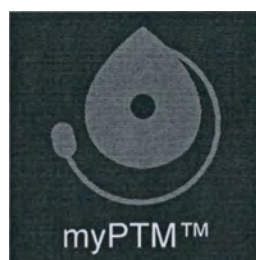

Рис. 2. Значок приложения myPTM.
2. На основном экране мобильного устройства нажмите на значок приложения myPTM, чтобы открыть его (Рис. 2).